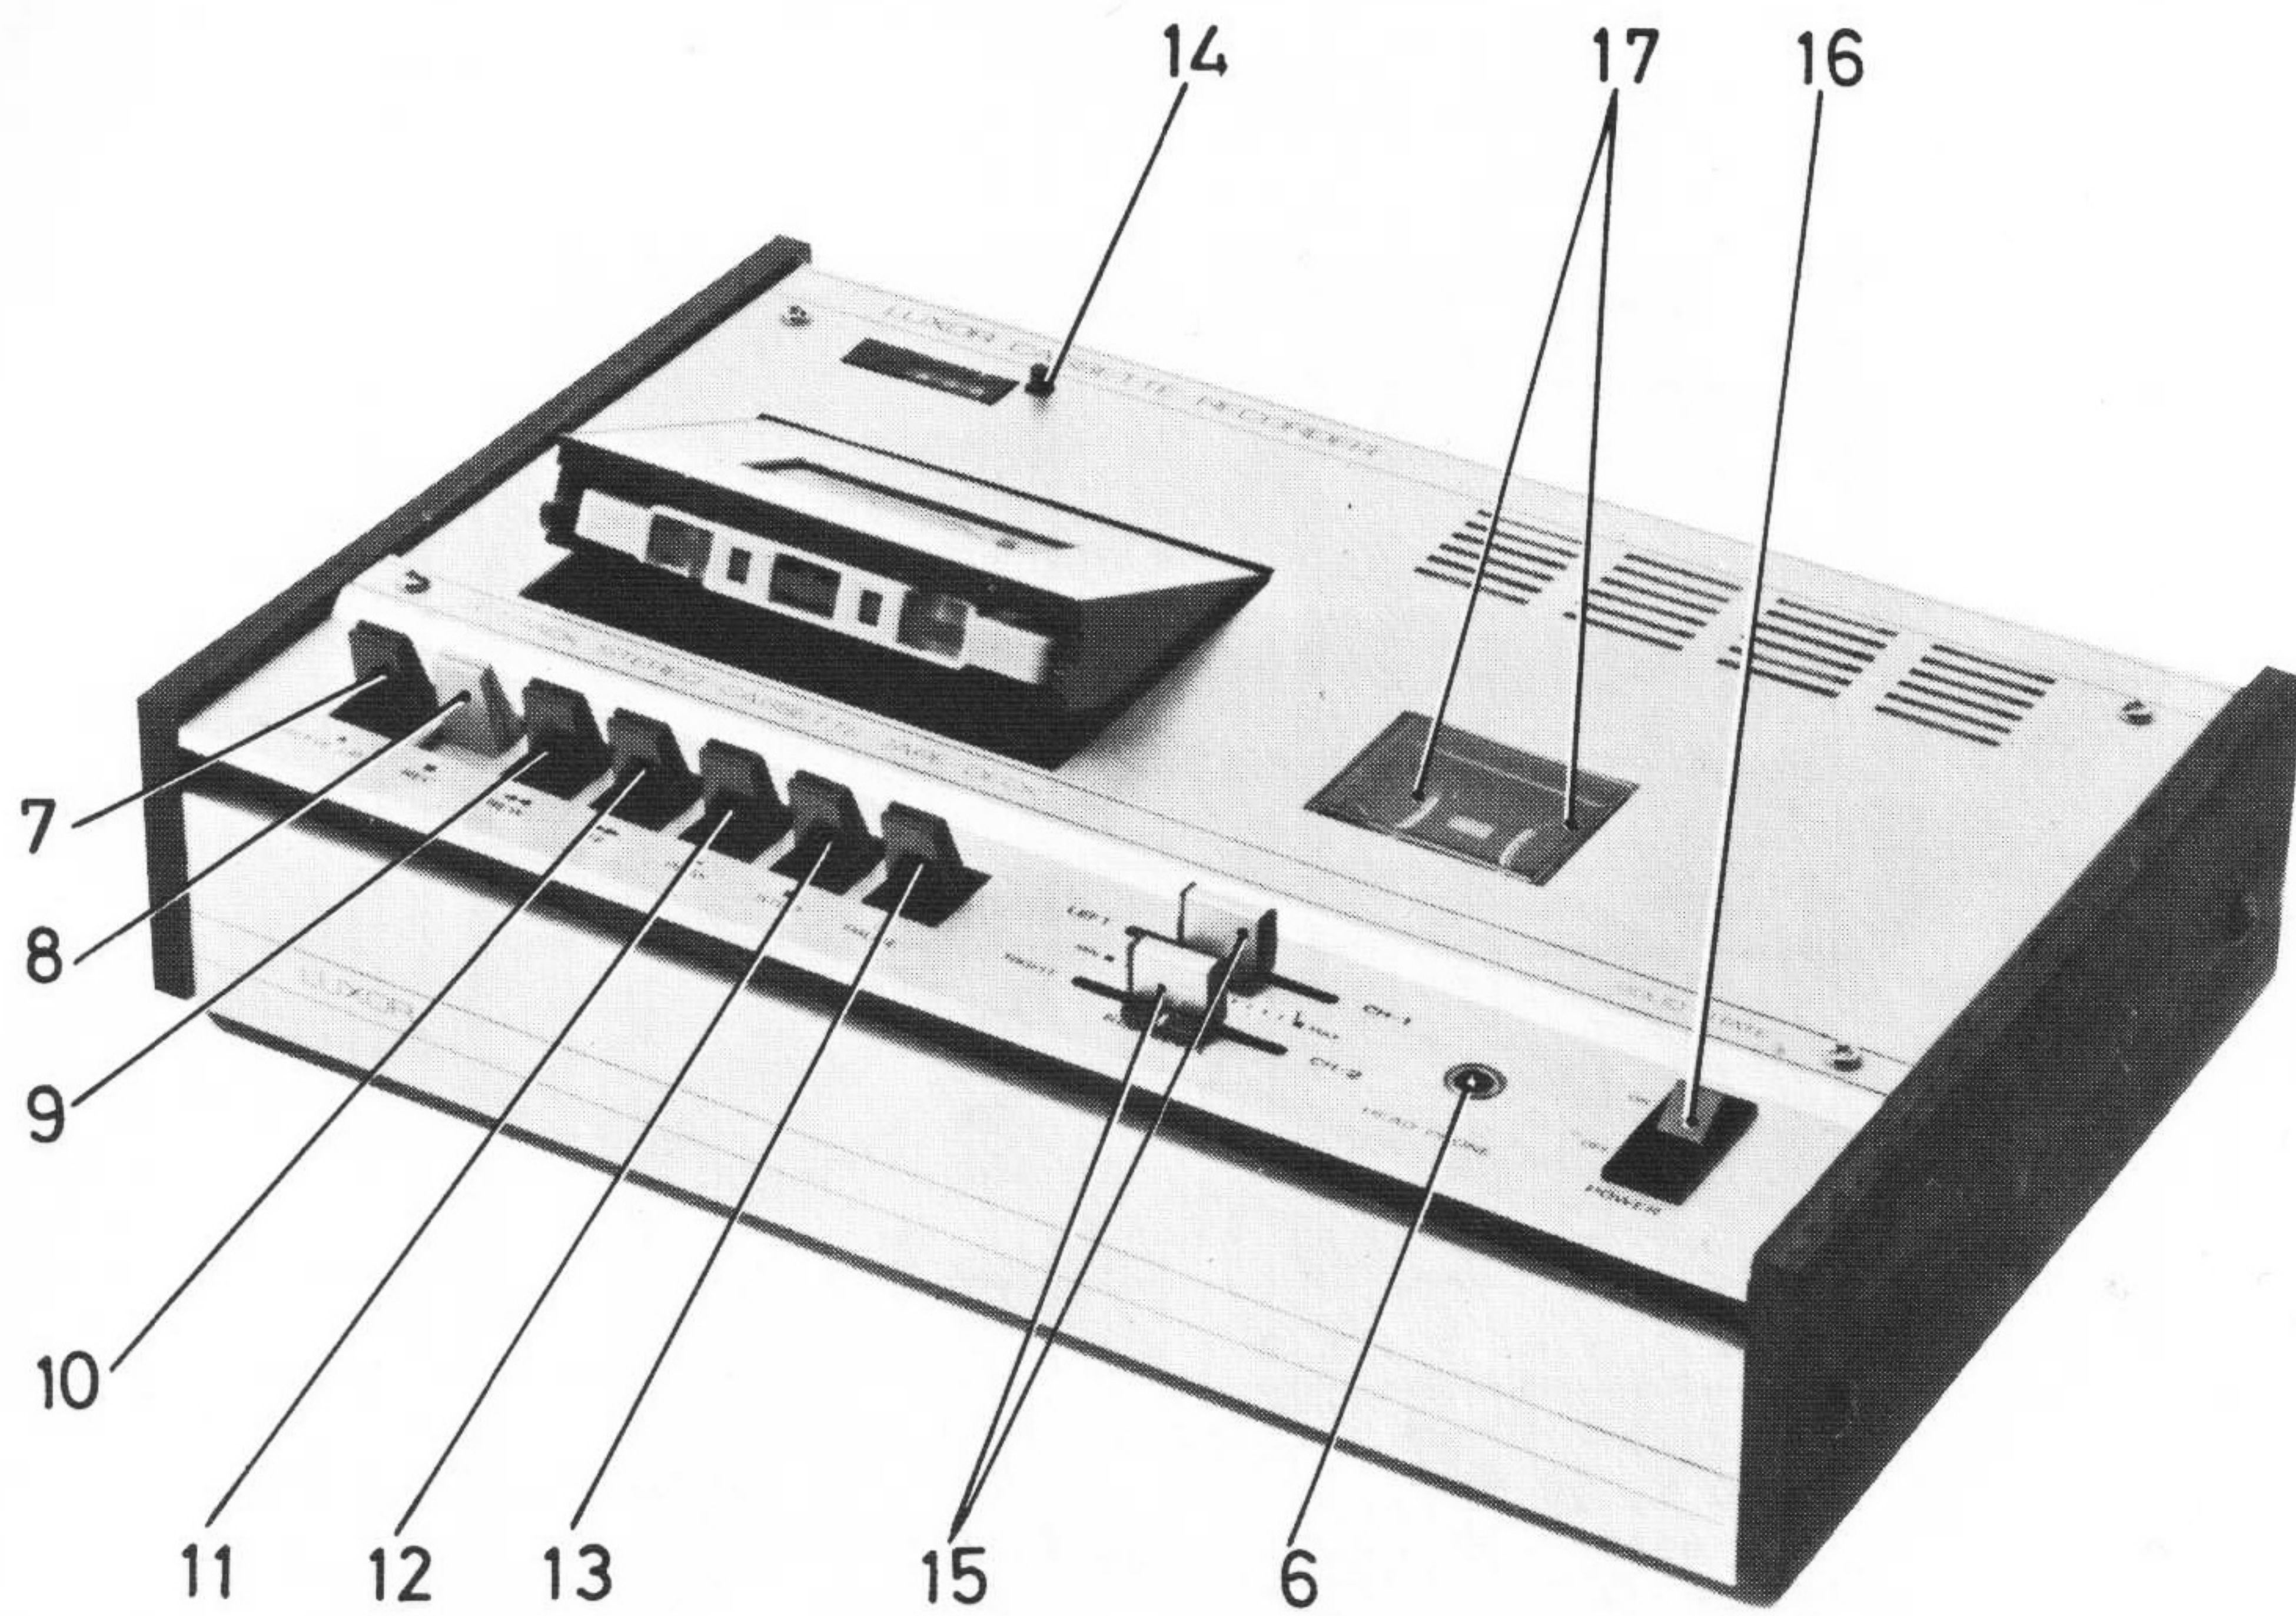
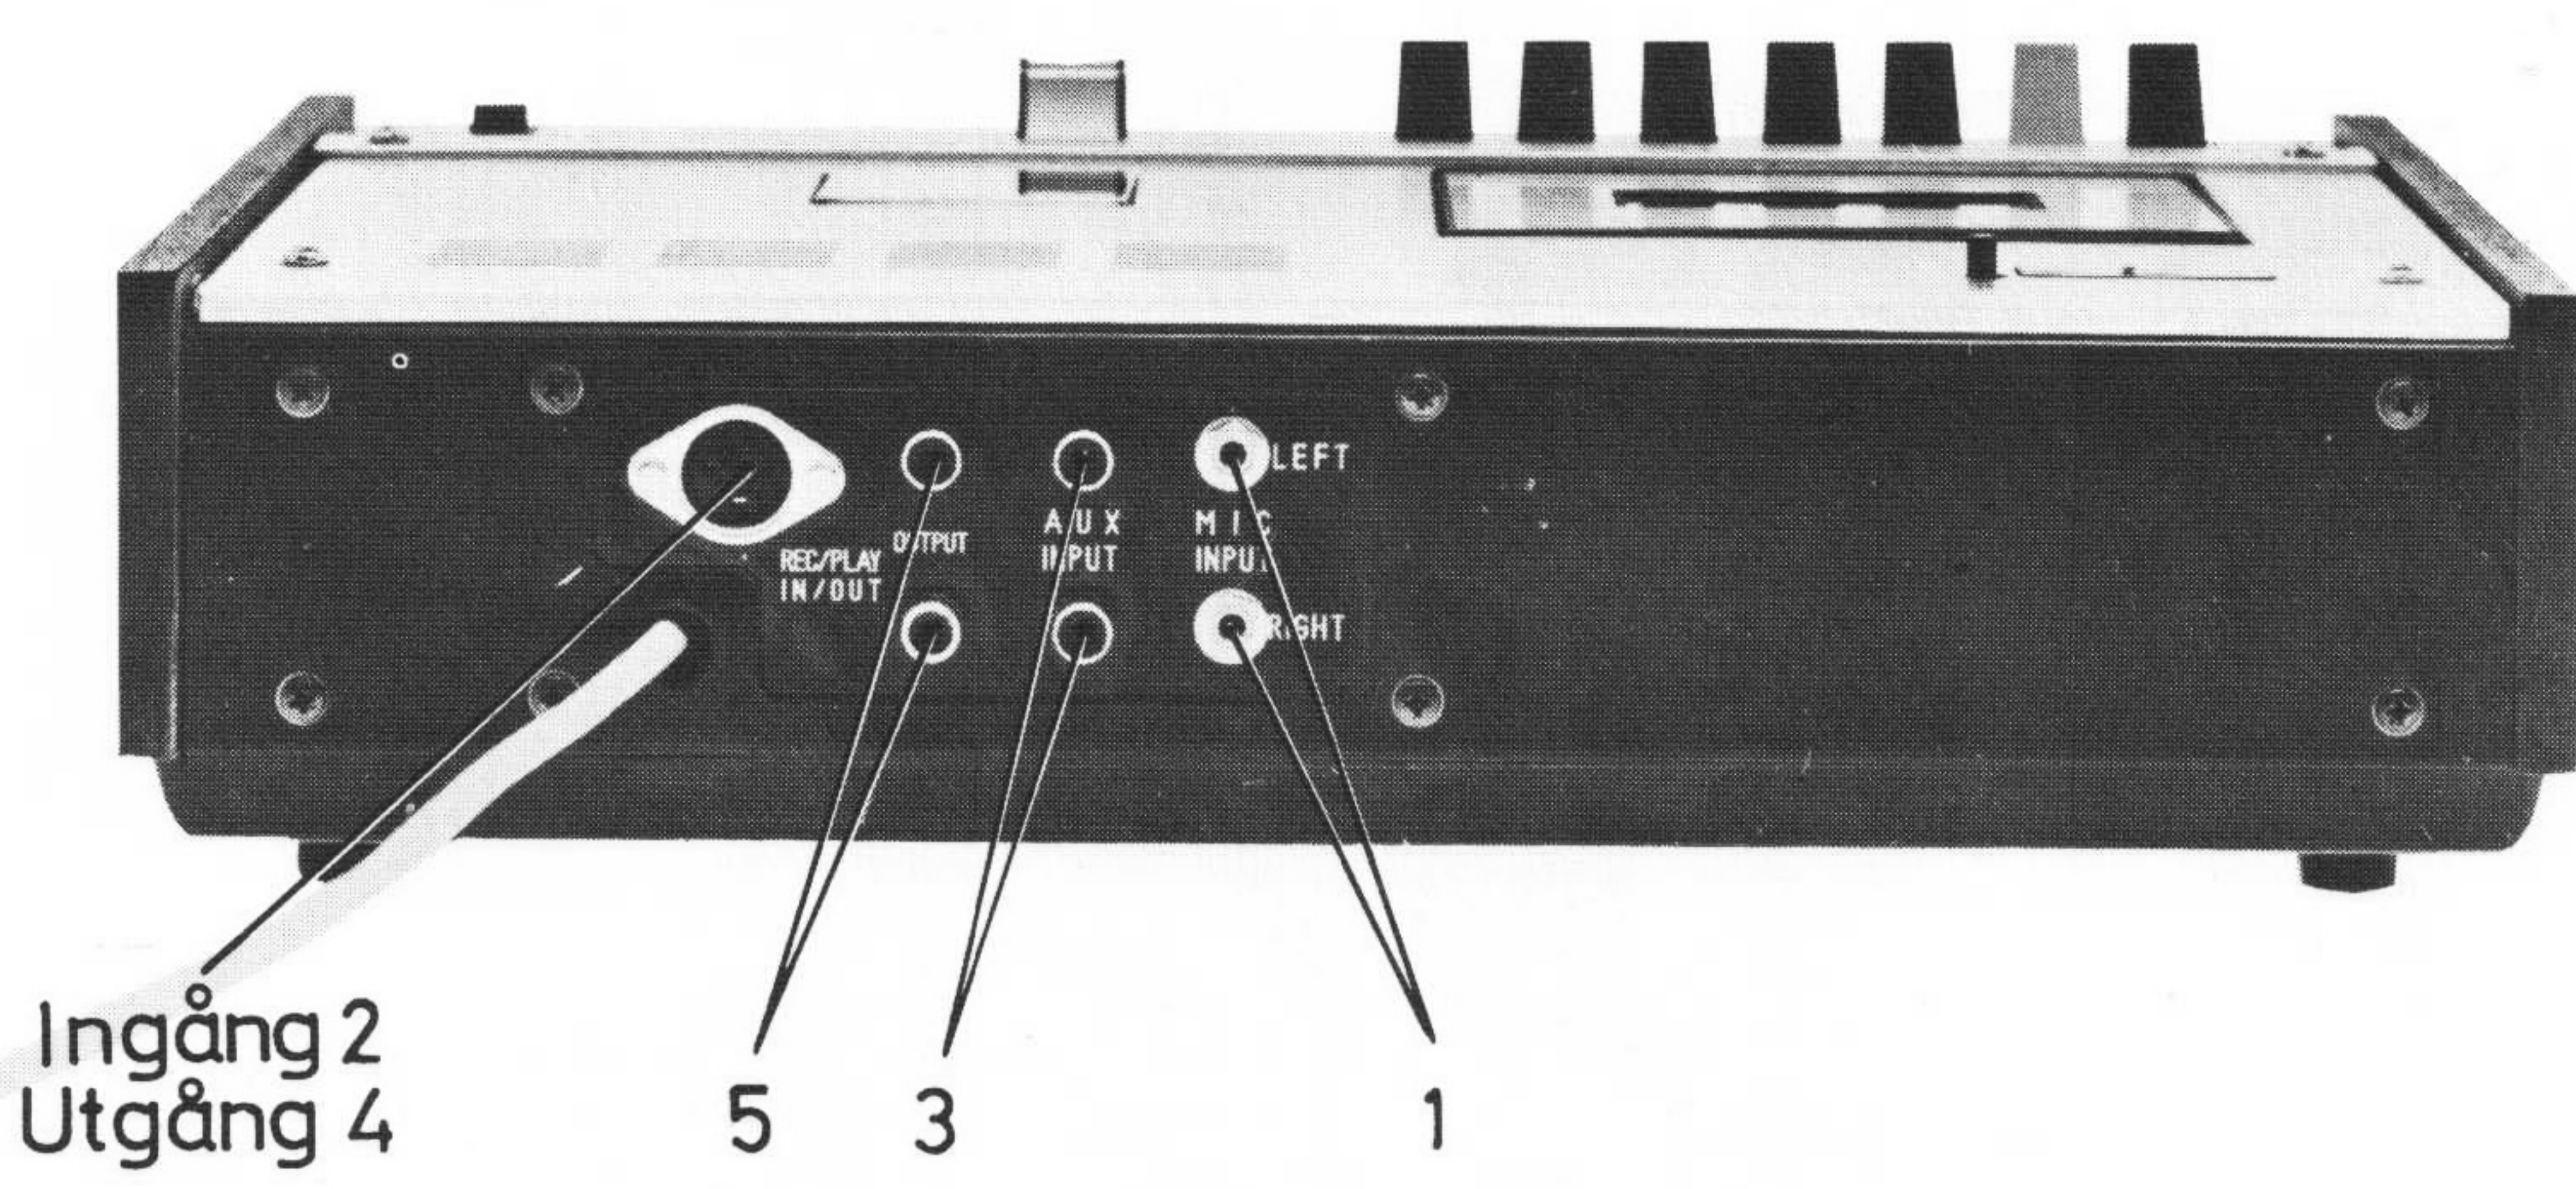

Fig. 1
Fig. 2
Anslutningar (Numren hänvisar till fig. 1 o. 2)
Den signal, som skall inspelas tas lämpligen direkt från den till DIN-kontakten fig 2 anslutna radion. De två volymkontrollerna skall ställas in så lågt att distorsion undvikas. Rätta inställningen på volymkontrollerna (15) erhålles genom att reglera dem så att visarna på VU-metrarna (17) fig 1 hålles så nära de röda fälten som möjligt, dock utan att nå desamma.
- 1) Tag bort de två volymknapparna (15) fig 1.